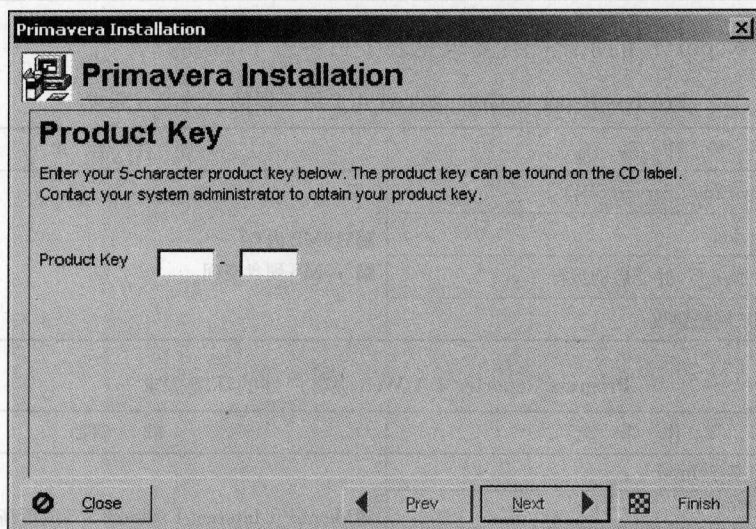

图 1-3 安装产品的 Product key
- 2) 安装产品的 Product key, 如图 1-3 所示。